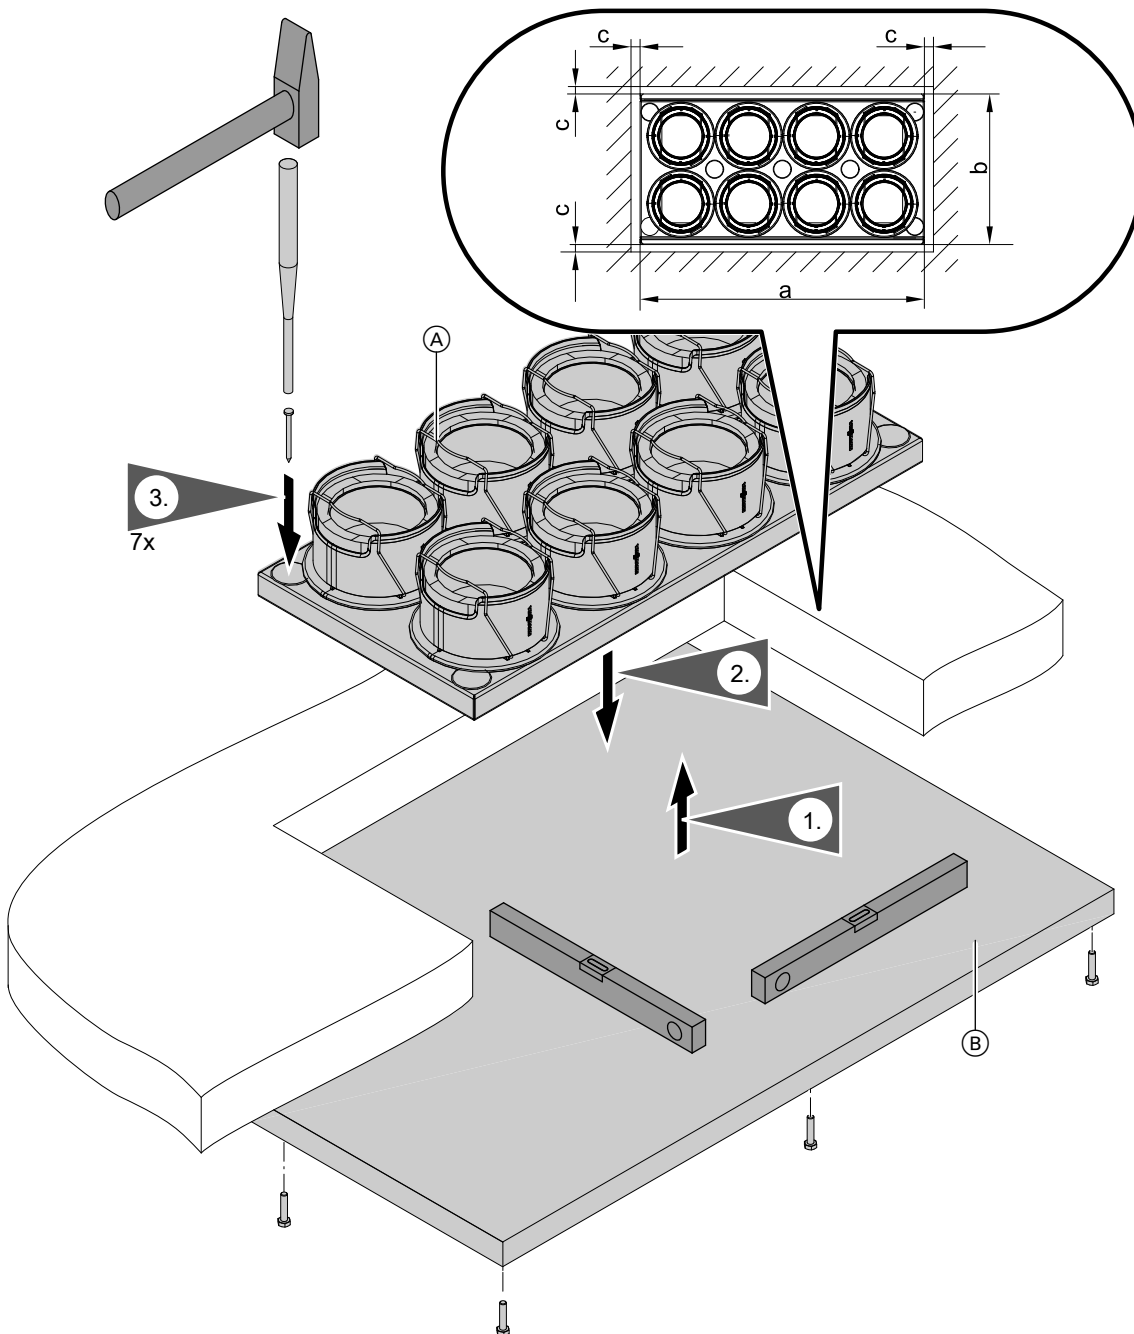

Рис. 39
**Минимальные размеры (см. также рис. 39)**